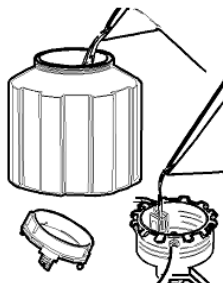

Рисунок 5.5 – Заполнение бутылки маслом
Заливка масла. На крышке смазочного устройства имеется шарнирный болт (1), а на другой стороне две проушины (2). Местоположение проушин указано на крышке. Нажмите на пружину (3). Положите большой палец на шарнир и поднимите бутылку с крышкой, как показано на рисунке 5.4. Снимите крышку с бутылки. Заполните бутылку маслом до конической части и заполните нижнюю часть крышки (рис. 5.5).